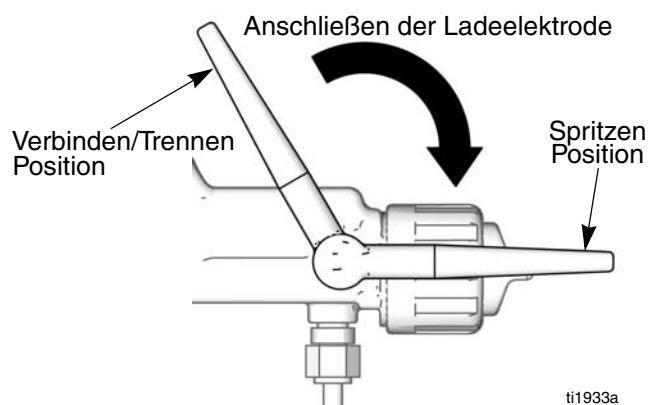

ABB. 4
- Die Elektrode in der gezeigten Verbindungs-/ Trennposition aufdrücken ABB. 4.